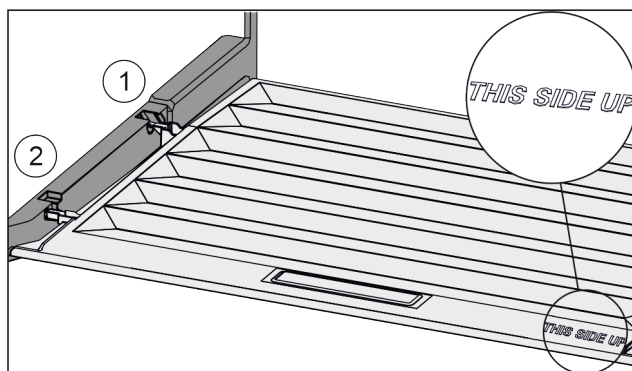

Fig. 125
- ▶ 从后部固定支架 Fig. 125 (1)开口导入桥形接片并卡入固定支架 Fig. 125 (2)的前端。